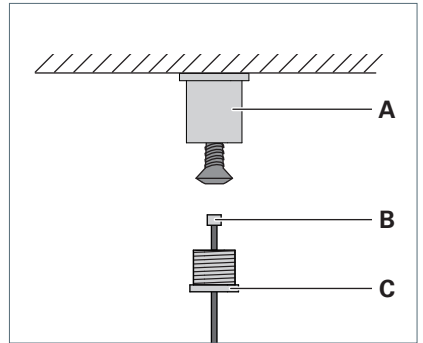

Fig. 10: Monter la fixation pour plafond.
- Vissez au plafond la douille **A** à l'aide d'une vis appropriée, voir Fig. 10.